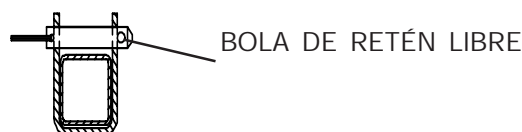

Figura 2-8 Posición correcta del pasador de seguridad
1- Pasador de seguridad con acollador de la baranda – Para plegar el sistema de baranda hacia abajo, retire el pasador de seguridad en cada punto de pivote y baje cada baranda. Para subir el sistema de baranda, gire y suba cada baranda y asegúrela en su lugar con los pasadores de seguridad, verificando que la bola de retén de cada pasador esté libre de las ménsulas del pivote (figura 2-8).
3. Si está equipado con un sistema de baranda plegable, gire y suba todas las barandas asegurándolas en su lugar con los pasadores de seguridad. (Vea la figura 2-8).